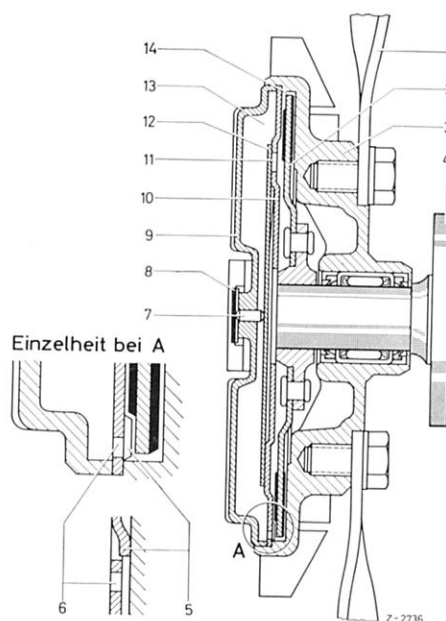

Bild 20-5/1
Beim Starten des Motors (Kaltstart) läuft der Lüfter zunächst mit höherer Drehzahl, bis das Öl aus dem Arbeitsraum (14, Bild 20-5/1) in den Vorratsraum (13) zurückgeflossen ist (ca. 1-3 Minuten). Danach schaltet die Lüfterkupplung ab und die Lüfterdrehzahl sinkt auf ca. 25-30 % der Antriebsdrehzahl.